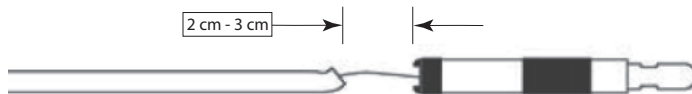

Figura 7
- c. Separar cuidadosamente as extremidades proximais e distais do introdutor aberto. Em seguida, sob fluoroscopia, puxar o segmento proximal do introdutor de aplicação do implante aproximadamente 2-3 cm para confirmar o desacoplamento do implante de acordo com o IFU (Figura 7).